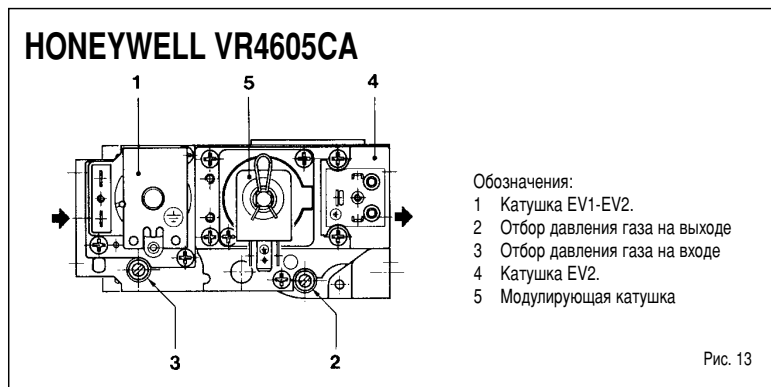

Рис. 13
В котлах "26/80 CE IONO" используются газовые клапаны HONEYWELL VR4605CA оснащенные группой катушек, расположенных непосредственно на регуляторе давления (рис. 13). Тарировка газового давления определяется SIME на производственной стадии и имеет давление, позволяющее осуществить тепловую мощность 19 кВт.
Для калибровки давления горячей воды (рис. 13/а):
Для калибровки давления мощности отопления системы (рис. 13/а):
- в модели "26/80 CE IONO" ослабить контргайку модулирующей катушки (1, рис. 13 /а) и закрутить до упора соединение (3, рис. 13 /а). Закрутить контргайку (1, рис. 13/а) и отрегулировать давление на входе клапана 30/ 37 мбар в зависимости от выбранного газа при помощи редуктора давления, расположенного вне котла. Для регулирования мощности отопления следуйте указаниям, изложенным в пункте 4.3.2;